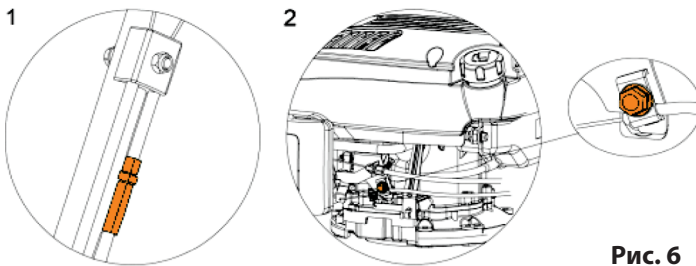

Рис. 6
6.1. Регулировка тросиков приводов (Рис. 6)